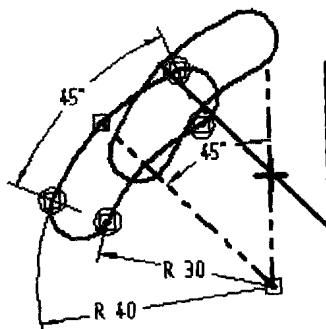

图 1-8 约束检查
(6) 重复使用已有图形：如果草图中已经存在相同/相似的图形，使用复制/粘贴功能，以提高绘图速度。
(7) 约束检查：如图 1-8 所示。当轮廓未被完全约束时，使用尺寸驱动轮廓可能会得到意想不到的结果。